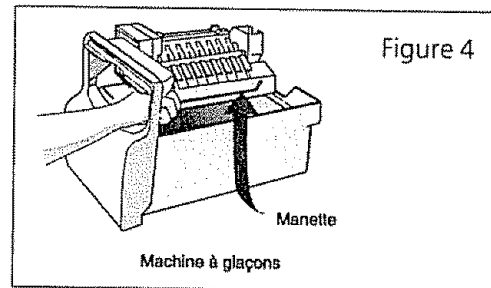

Figure 4
8. Pour commencer la production de glaçons, baisser la manette à la position <<basse>> ou <<ON>> (MARCHE) Figure 4).